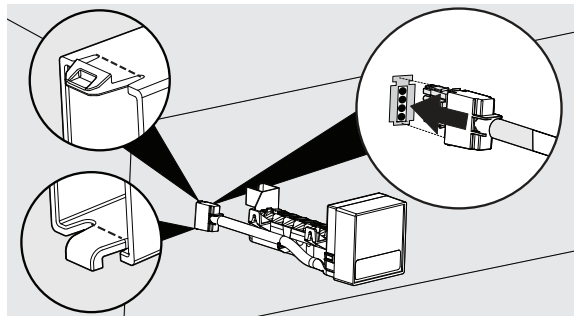

figura 9
13. Conecte el arnés de cableado en el conector montado en el panel posterior del congelador, justo a la izquierda de donde pasa el tubo de entrada de agua. El conector del arnés está enchavetado, por lo que solo entrará de una forma. A continuación, deslice la cubierta del conector de la máquina de hielo sobre el conector (vea la figura 9: presione en la parte superior, enganche en la parte inferior). Después podrá encajar a presión la cubierta del conector de la máquina de hielo en el panel posterior, o deslizar hacia arriba estrechamente en el panel posterior, dependiendo de la versión de panel posterior que usted tenga (vea la nota a continuación). Después, monte la máquina de hielo en los 2 tornillos de montaje que insertó antes en el paso 12. (Vea la figura 10.) Apriete los tornillos. Asegúrese de que el tubo de entrada de agua esté asentado en el interior del vaso de llenado.